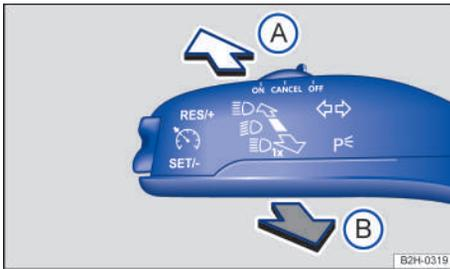

Fig. 72 En el lado izquierdo de la columna de dirección: palanca de los intermitentes y de la luz de carretera.
- Partiendo de la posición central, presione la palanca de los intermitentes y de la luz de carretera hacia delante → fig. 72.
- Partiendo de la posición central, tire de la palanca de los intermitentes y de la luz de carretera hacia atrás → fig. 72.
- Partiendo de la posición central, tire de la palanca de los intermitentes y de la luz de carretera hacia atrás y manténgala en esa posición → fig. 72.